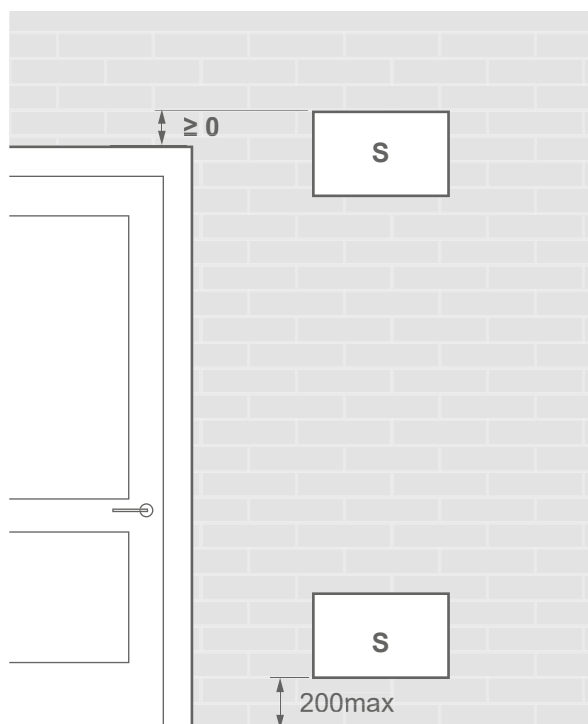

fig. 21 - Plaats van ventilatieopeningen
- De ruimte beschikt over natuurlijke ventilatie naar een andere ruimte waarvan de som van de volumes van de twee ruimtes groter is dan "koudemiddelvulling" (in kg) / 0,3 kg/m3. De ventilatieopeningen tussen de twee delen worden geleverd door openingen van ten minste: Zie fig. 22 en fig. 21.